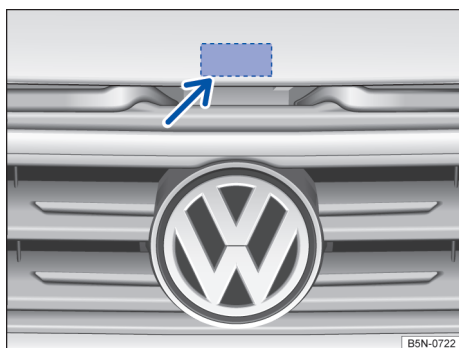

Fig. 221 Pela grade do radiador: alavanca de abertura da tampa do compartimento do motor.
- Levantar a tampa do compartimento do motor pela alavanca de abertura → Fig. 221 (seta) e abrir totalmente. A tampa do compartimento do motor é suportada pelo amortecedor a gás.